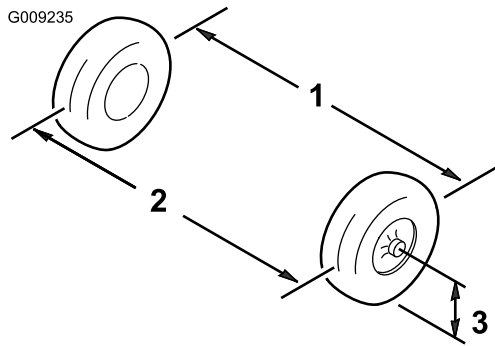

Bild 51
1. Messen Sie den Abstand zwischen beiden Vorderreifen auf Achshöhe (an der Vorder- und Rückseite der Vorderreifen) (Bild 51).